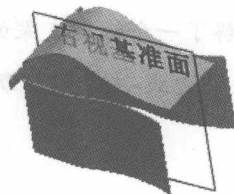

图 1.16 镜像 1
(4) 单击按钮，完成斜接法兰 2 的创建。
Step6. 创建图 1.16 所示的镜像 1。